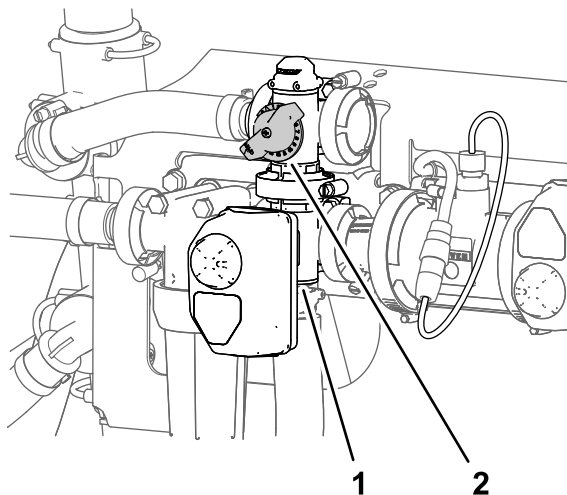

Figura 202
2. Ajuste la válvula de desvío de agitación (Figura 202) hasta que el indicador indique una presión del sistema de fumigación de 6.89 bar (100 psi).